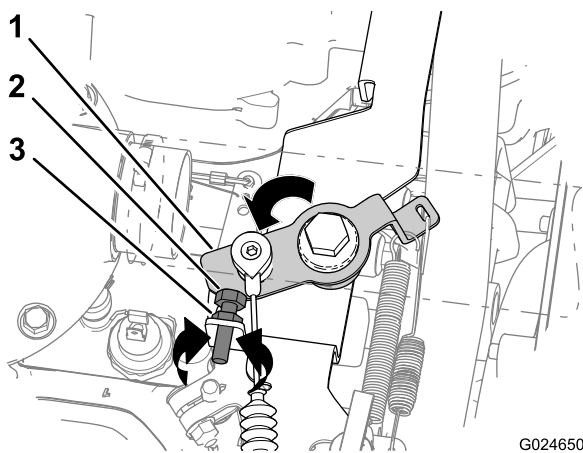
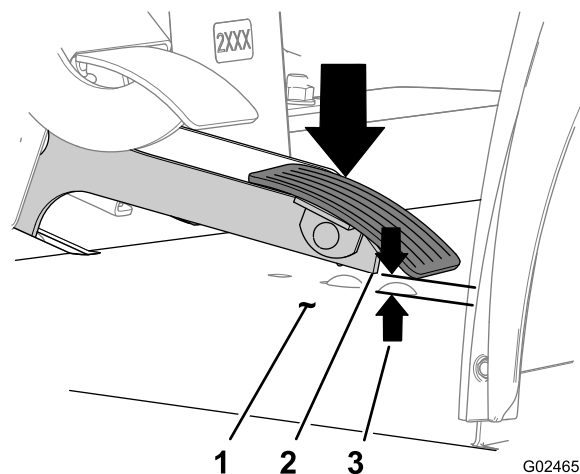

Figure 40
Figure 41
- Amenez le levier coudé de l'accélérateur contre la butée de ralenti accéléré (Figure 40).
- A. Desserrez l'écrou de blocage qui fixe la butée de ralenti accéléré (Figure 40).
- Dans le sens horaire pour réduire le régime moteur (Figure 40).
- Dans le sens antihoraire pour augmenter le régime moteur (Figure 40).
- C. Resserrez l'écrou de blocage (Figure 40).
- D. Amenez le levier coudé contre la butée de ralenti accéléré (Figure 40).
3. Si l'espace entre la pédale d'accélérateur et le plancher (Figure 41) est supérieur ou inférieur à 6,35 mm, effectuez la procédure suivante tout en maintenant le levier coudé contre la butée de ralenti accéléré (Figure 40) :
1. Amenez et maintenez le levier coudé contre la butée de ralenti accéléré (Figure 40).
2. Mesurez l'espace entre la pédale d'accélérateur et le plancher sous la pédale (Figure 41).